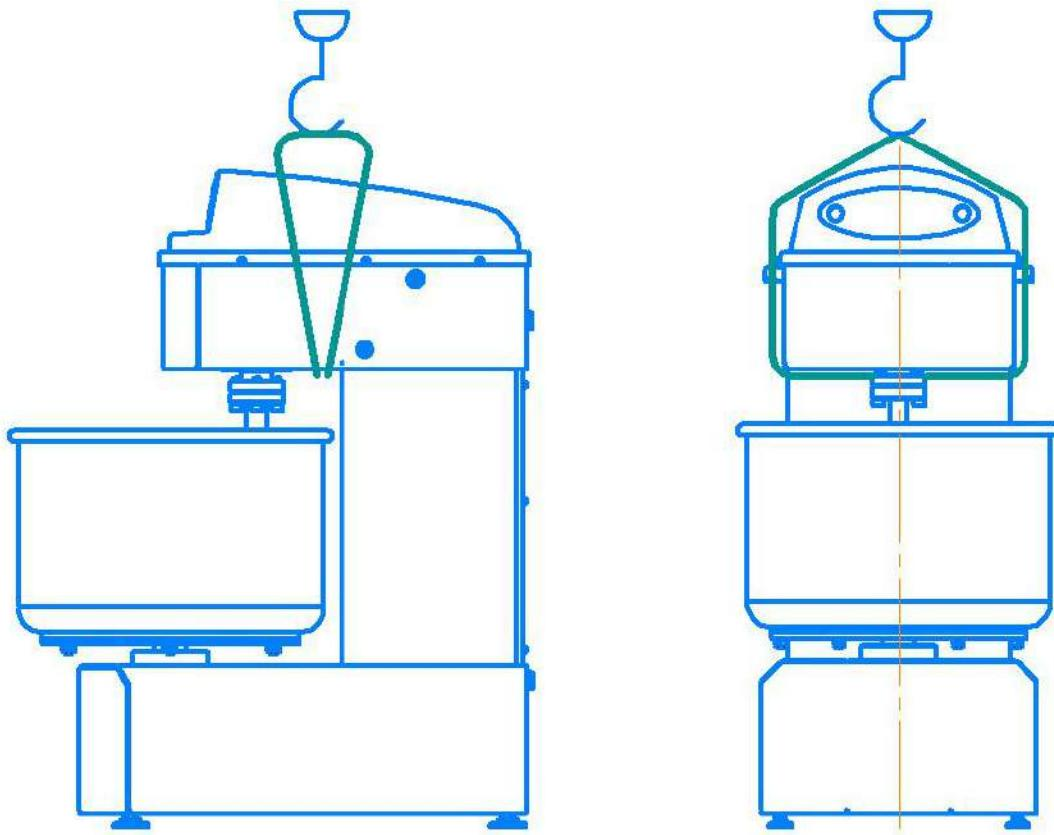

Рисунок 2 - Схема строповки тестомесильной машины ТММ40
5.1.6 Строповка тестомесильной машины без упаковки осуществляется в соответствии с рис. 2, в упаковке с рисунком 3.